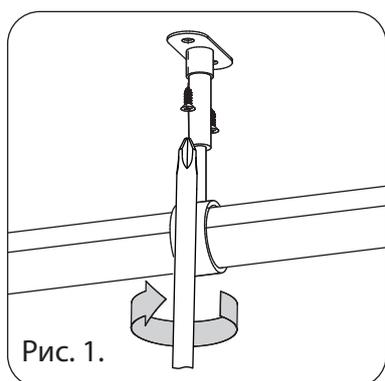

Рис. 1.
1. При длине штанги более 900 мм, устанавливается держатель трубы (см. рис. 1).